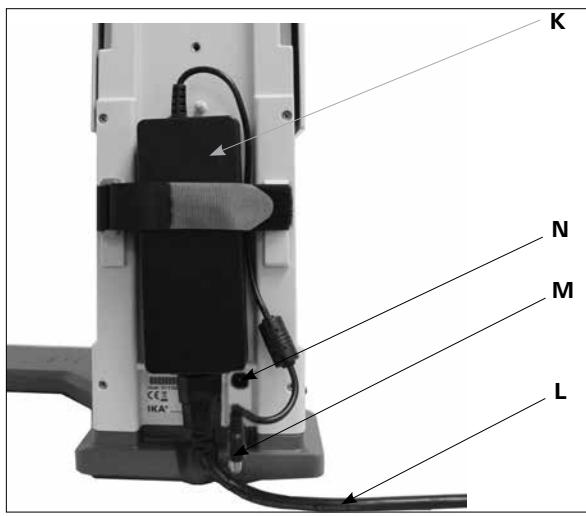

Fig. 9
**3) Прикрепите настольный сетевой адаптер. (Fig. 9)**
- Подключите разъем низкого напряжения (**M**) к соединительному гнезду (**N**). (Fig. 9)